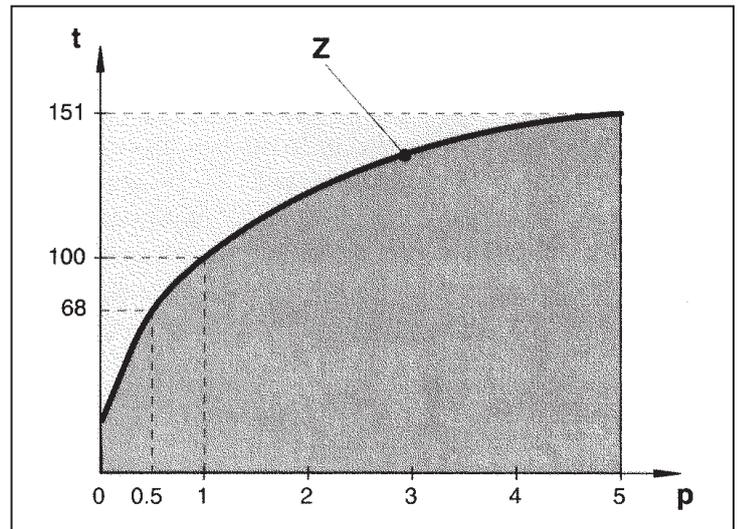

Fig. 11.19
Luego de efectuar una cantidad considerable de pruebas, en condiciones diferentes, se puede obtener un gráfico (Fig.11.19) en el cual la curva (Z) está formada por todas las condiciones presión/temperatura a las cuales el estado líquido y el estado de vapor saturado del agua están en equilibrio. En estas combinaciones, al administrar calor, se obtiene la transformación del líquido a vapor; mientras que al sustraer calor, se obtiene la transformación de vapor a líquido.